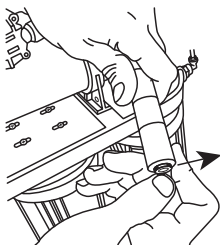
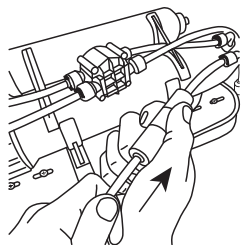
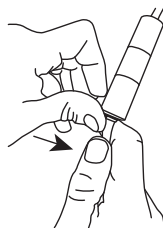
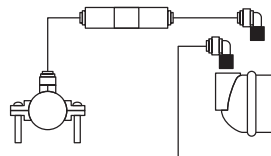

Рис. 28
Рис. 29
Рис. 30
Рис. 31
5.9.4. Извлеките стопорную клипсу из выхода ограничителя потока (Рис. 28). Вставьте шланг от дренажной муфты (Рис. 29). Зафиксируйте стопорной клипсой (Рис. 30). Подключение должно соответствовать схеме подключения соответствующей модели (Рис. 31).